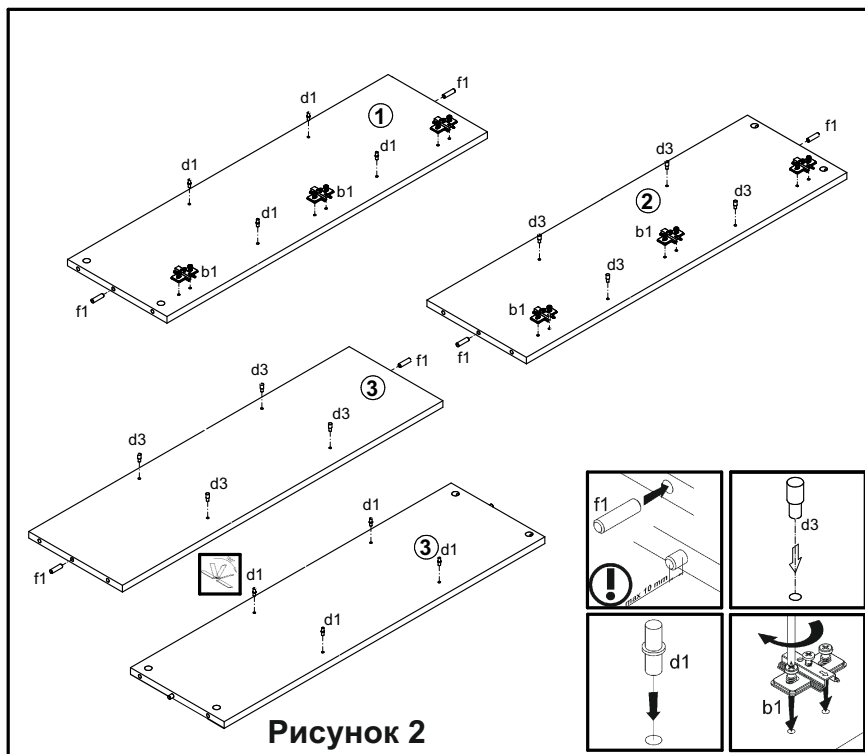

Рисунок 2
- В отверстия **Ø8 мм** на верхних и нижних краях стенок боковых **1,2**, стенки средней **3** вбить деревянные шканты **f1** (**см. рис. 2**).
- В отверстия **Ø5 мм** на внутренних поверхностях стенок боковых **1,2** закрепить ответные планки петель **b1**, (**см. рис. 2**).
- В отверстия **Ø5 мм** на левой поверхности стенки боковой правой **2**, на правой поверхности стенки средней **3** вставить полкодержатели **d3** (**см. рис. 2,8**).
- В отверстия **Ø5 мм** на правой поверхности стенки боковой левой **1**, на левой поверхности стенки средней **3** вставить полкодержатели **d1** (**см. рис. 2,8**).